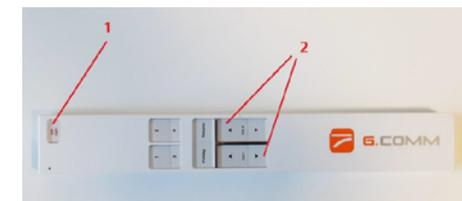

fig.10
- 1) Utilizzare il tasto ON/OFF (1 fig. 10) per accendere/spengere la lampada.
- 2) Utilizzando i due tasti channel (2 fig. 10) è possibile aumentare e diminuire l'intensità luminosa sui due canali caldo e freddo.